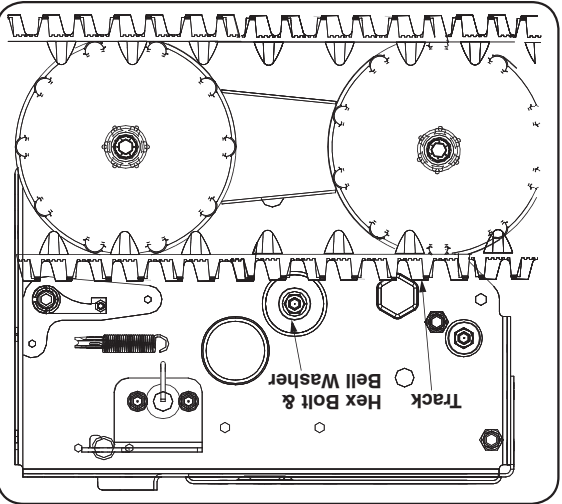

Figure 6-9
- Tenez l'arbre avec une clé de 3/4 po et enlevez le boulon hex. et la rondelle Belleville, qui se trouvent sur l'extrémité gauche de l'arbre de transmission. Voir les Figures 6-9 et 6-10.